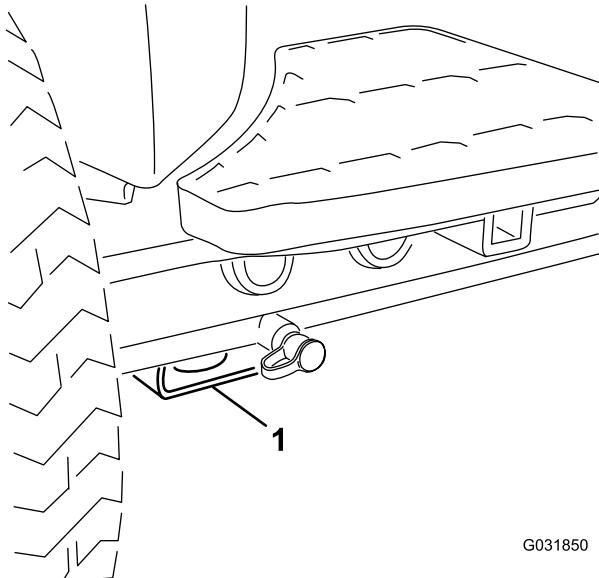

Figura 63
- **Parte delantera de la máquina** – bloque rectangular, debajo del tubo del eje, al interior de cada rueda delantera (Figura 63).